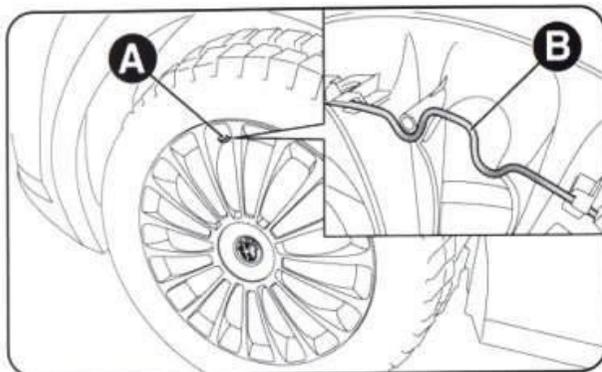
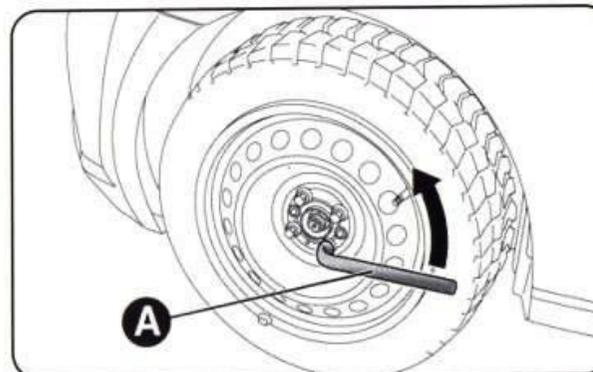
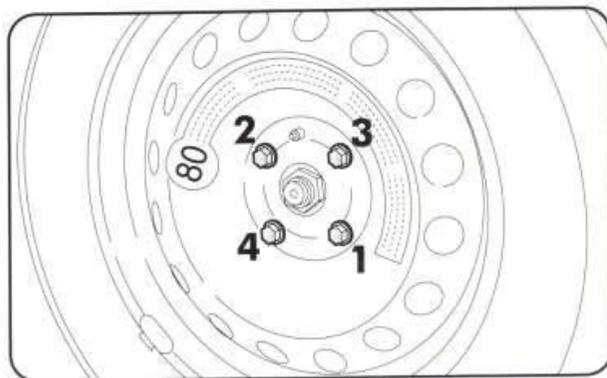

рис. 4
рис. 5
рис. 9
- для модификаций со стальными колесными дисками вставьте отвертку в отверстие А (рис. 4) и выведите из зацепления фиксатор В колпака;
- ключом А (рис. 5) отпустите болты крепления колеса на один оборот;
- ключом А (рис. 5) затяните болты крепления;
- ключом А (рис. 5) полностью затяните болты крепления. Затяните один из болтов, а затем другой, расположенный напротив, и т. д. (см. рис. 9);
- ключом А (рис. 4) затяните болты;
- ключом А (рис. 4) полностью затяните болты в порядке, указанном на рис. 9;